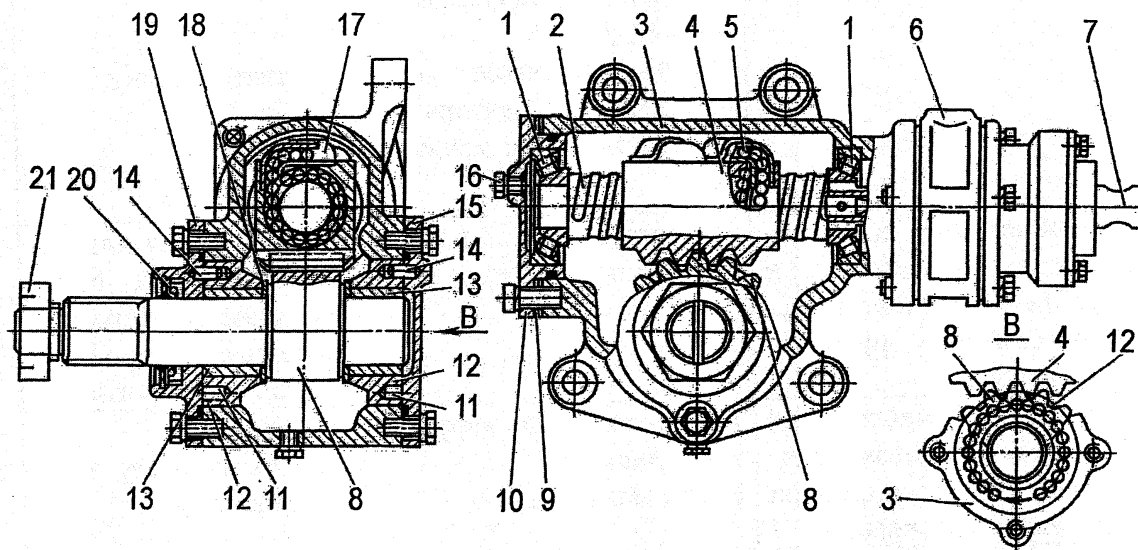
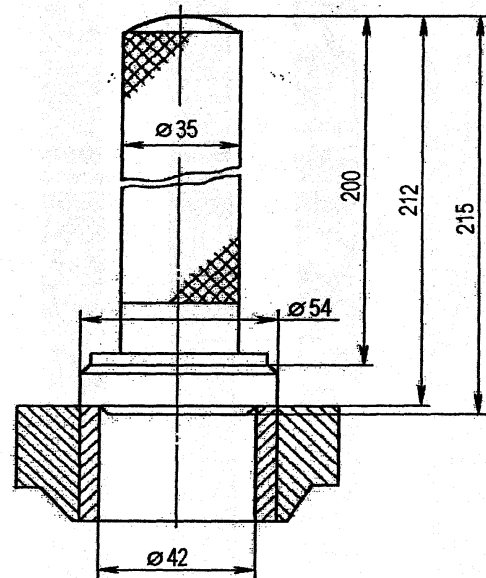
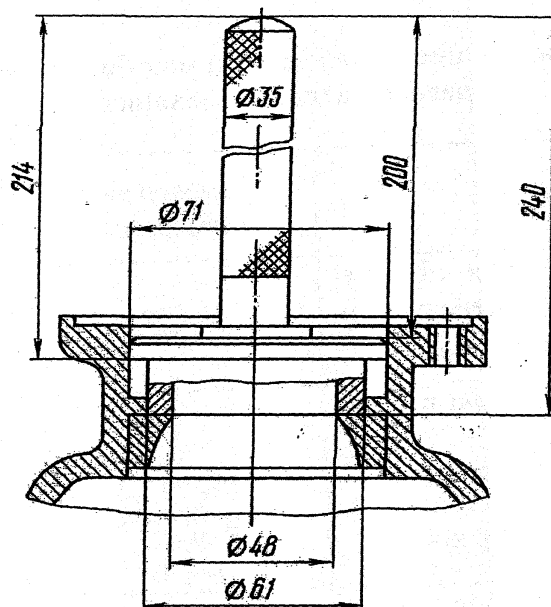

Рис. 53. Рулевой механизм:
Рис. 58. Выпрессовка металлокерамических втулок
Рис. 59. Выпрессовка наружной обоймы сферического подшипника
Рулевой механизм состоит из винта 2 (рис.53) и шариковой гайки-рейки 4, находящейся в зацеплении с зубчатым сектором 8.
5. Отсоединить шланги 2, 11 и 12 и трубки от распределителя 6 (см. рис.53).
11. Переместить поворотом винта 2 (см. рис.53) гайку-рейку 4 в одно из крайних положений.
13. Извлечь из картера 3 эксцентрические вкладыши 12 в сборе с металлокерамическими втулками 13, упорное кольцо 18 и зубчатый сектор 8. Выпрессовать с помощью оправки (рис.58) из вкладышей 12 (см. рис.53) металлокерамические втулки 13.
16. Выпрессовать с помощью оправки (рис.59) из картера 3 (см. рис.53) крышку 10 с наружной обоймой сферического подшипника 1.
1. Запрессовать с помощью оправки в крышку 10 (см. рис.53) наружную обойму сферического подшипника 1.
2. Установить во внутреннюю полость винта 28 (см. рис.53) торсион 20, совместить их отверстия и запрессовать штифт 27.
3. Напрессовать, на шейки винта 2 (см. рис.53) внутренние обоймы сферических подшипников 1.
При незначительном несовпадении отверстий в крышках и картере повернуть вкладыши 12 в ту или другую сторону до совпадения отверстий, обратив при этом внимание на отсутствие зазора в зубчатом зацеплении. Штифты 14 расположить друг против друга на одной линии (см. рис.53).